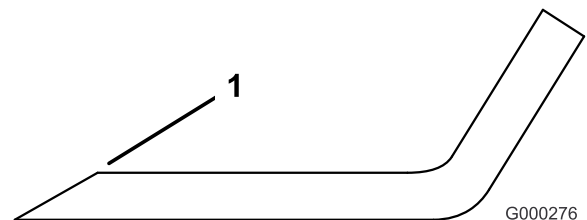

Bild 94
- Untersuchen Sie die Schnittkanten aller Messer. Schärfen Sie alle stumpfen und ausgekerbten Schnittkanten. Schärfen Sie nur die Oberseite der Schnittkanten und behalten dabei den ursprünglichen Schnittwinkel bei, um die Schärfe des Messers zu gewährleisten (Bild 94). Das Schnittmesser behält seine Auswuchtung bei, wenn von beiden Schnittkanten die gleiche Materialmenge entfernt wird.